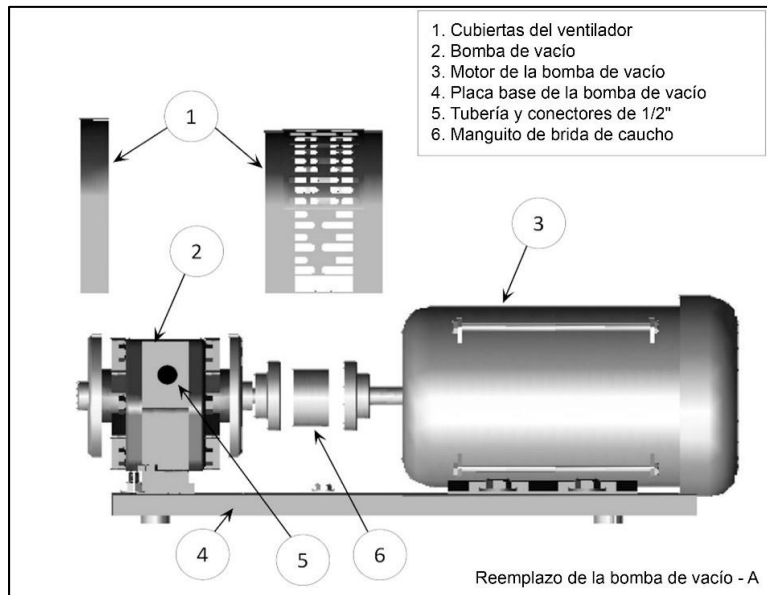

Figura 9-24: Conjunto y componentes de la bomba de vacío
1. Para conocer el conjunto y los componentes de la bomba de vacío, **vea la Figura 9-24**.
4. Retire la guarda del ventilador (la guarda n.º 1 grande al centro en la **Figura 9-24**) para obtener acceso a las bridas de acople y retirar la bomba de vacío.
1. La bomba nueva vendrá con un acoplador de accionamiento y un buje de goma con brida. **Vea la figura 9-24.**